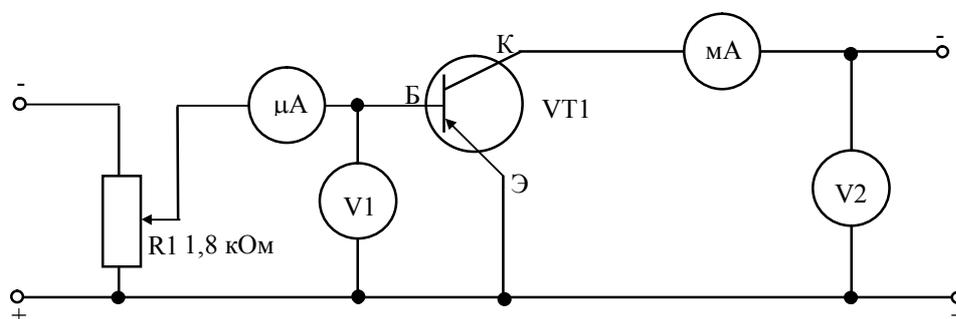

Рис. 9. Схема для снятия характеристик транзистора при включении его по схеме с общим эмиттером.
5. Собрать схему для снятия характеристик биполярного транзистора при включении с ОЭ (рис. 9). При этом строго придерживаться указаний преподавателя по использованию источников питания.